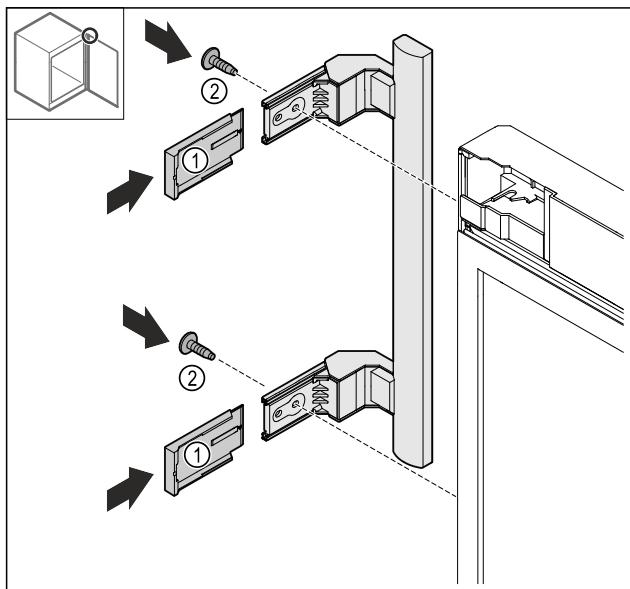

Fig. 25
- Nataknite poklopce Fig. 25 (1).